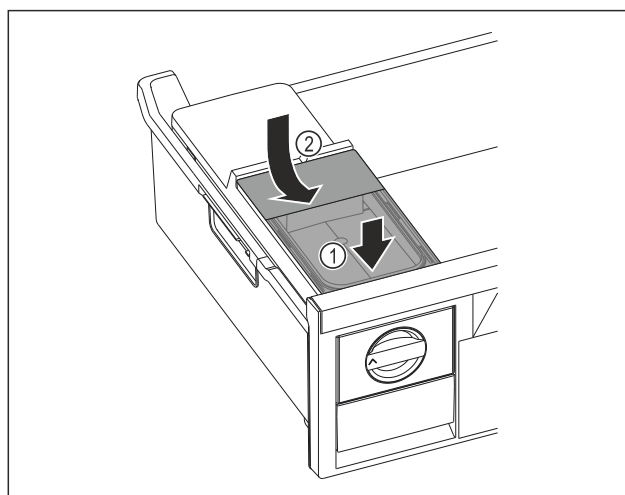

Fig. 122
- Wassertank vorne ansetzen. Fig. 122 (1)
- Wassertank hinten absenken. Fig. 122 (2)